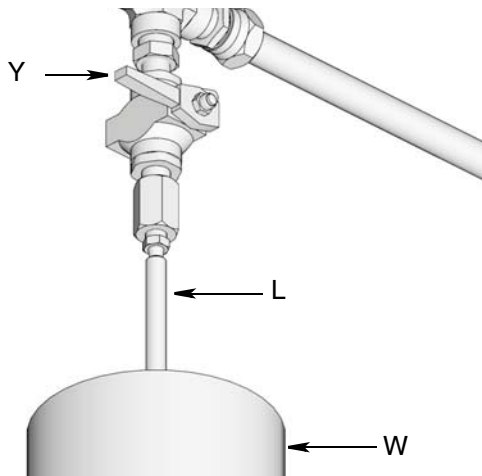

图 28:
- a. 如要释放加注泵（F）和自动加注截止阀（B）的压力，打开球阀（bv）（图 28）。将释放压力，多余的流体从排放管（L）中排出，排放到润滑溢流容器（W）。